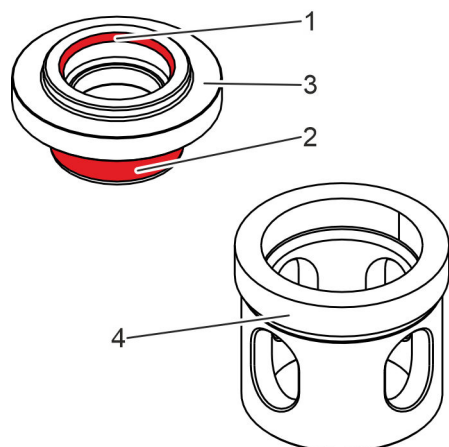

Abb. 43: Gehäuseeinsatz und Dicht-
13. ▶ Gehäuseeinsatz (Abb. 43/4) auf Verschleiß kontrollieren.
14. ▶ Dichtflächen (Abb. 43/1 und 2) am Sitzring (Abb. 43/3) auf